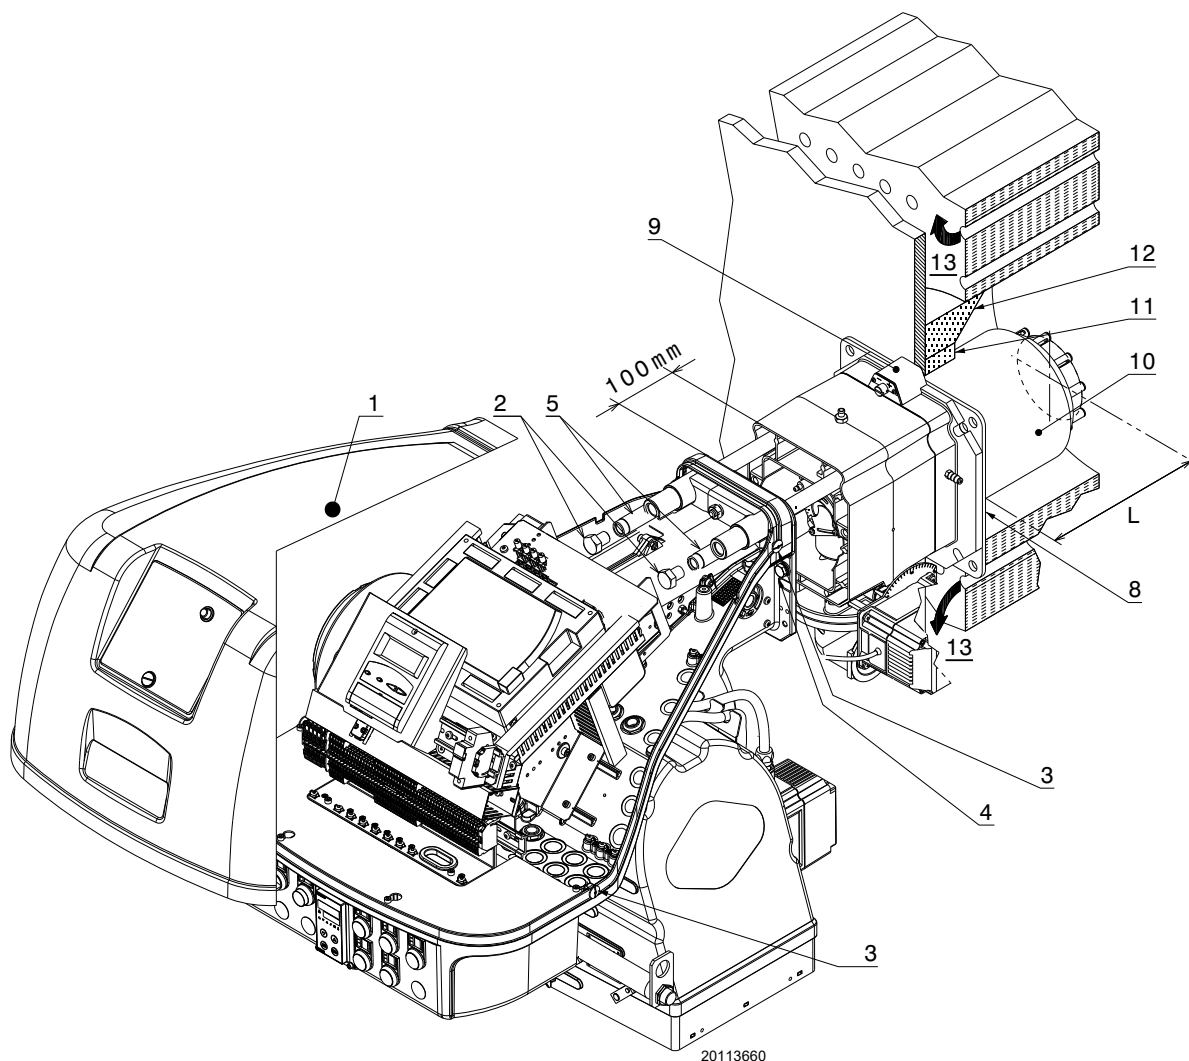

Fig. 16
Pentru centralele cu trecere frontală a gazelor arse 13)(Fig. 16) sau cu cameră de flacără inversă, o căptușeală refractară 11), între căminul refractar 12) și duza 10).
Separați capul de ardere de restul arzătorului, ca în Fig. 16; procedați după cum urmează:
- reasamblați arzătorul pe ghidajele 3) la aprox. 100 mm de manșon 4) - arzătorul în poziția indicată în Fig. 16;